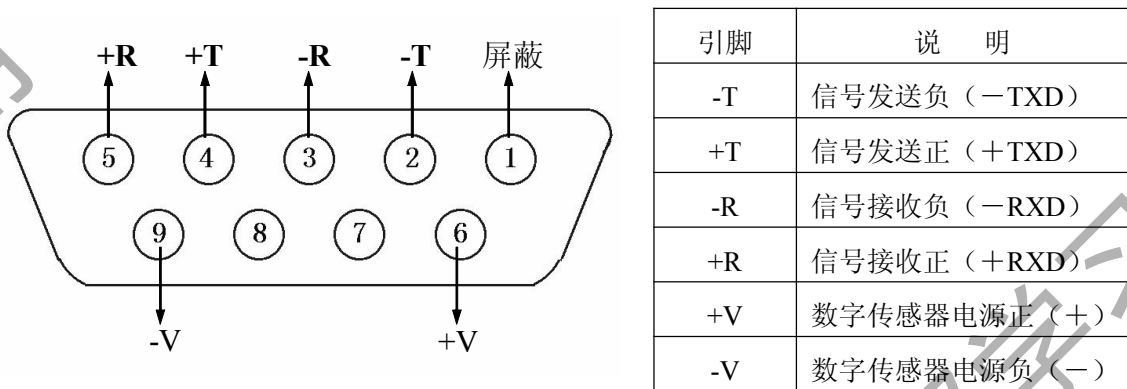

图 2-1-1 数字传感器接口及说明
- 2、DS3 的传感器接口采用 9 芯插头座。图 2-1-1 标注了各引脚的意义。